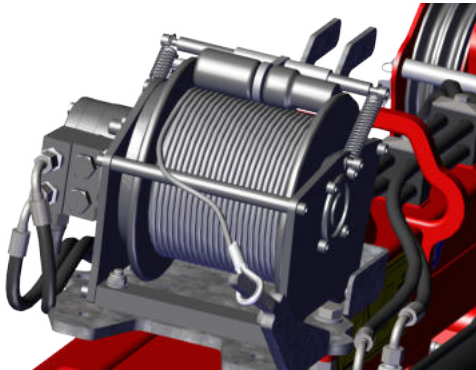

Abbildung 4.8 Kontrollieren Sie das Seil
2. Kontrollieren Sie, ob das Seil ordentlich und fest auf der Trommel aufgewickelt ist, falls nicht, rollen Sie das Seil ab und anschließend fest wieder auf (siehe Abbildung 4.8).
6. Befestigen Sie die Schlaufe des Seils, wenn es nicht benutzt wird, am dafür vorgesehenen Haken an der Winde (siehe Abbildung 4.8).
1. Nachdem Sie die Winde benutzt haben, rollen Sie das Seil bis etwa einen Meter vor dem Kran ab, führen es durch die Seilrollen und ziehen das Seil straff und wickeln es auf (siehe Abbildung 4.8).